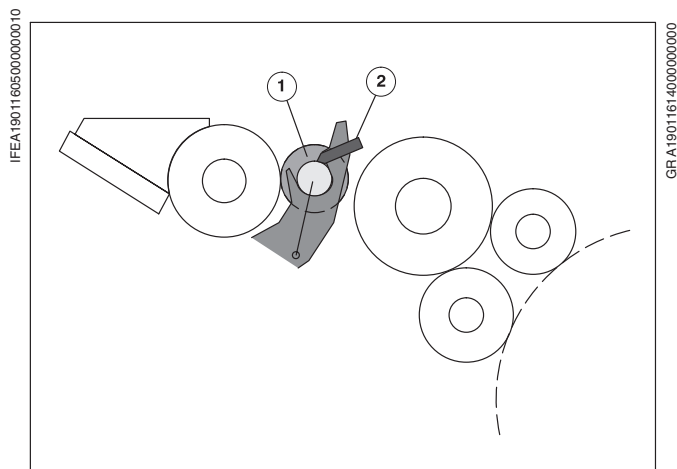

Рис. 2 Передаточный валик
- ❶ Выкрутите винты (Рис. 2/❷) в опорной плите подшипников на стороне привода и стороне обслуживания.
- ❷ Выньте передаточный валик (Рис. 2/❶) на обеих сторонах из опор.